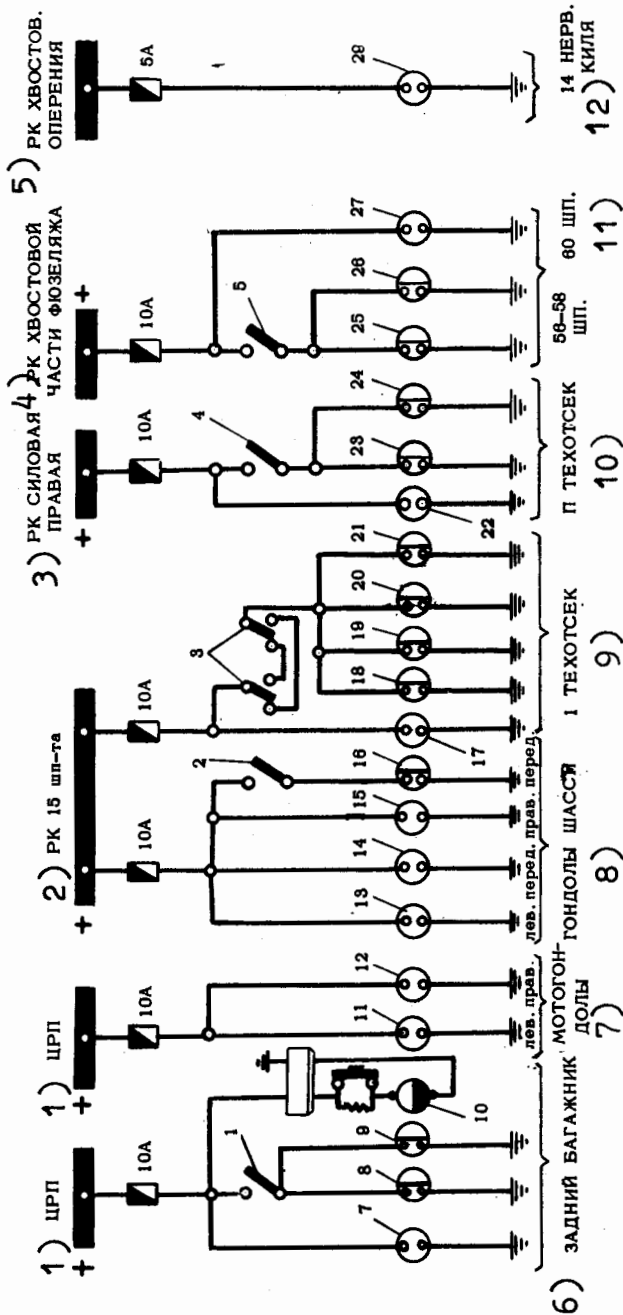

Abb. 1 Prinzipschaltung der Beleuchtung der technischen Räume und Gepäckräume
In der linken und rechten Fahrwerksgondel und in der Bugradluke ist je eine Leuchte des Typs PSM-51 (37), Abb. 1 (33-10-00), angebracht, die mit dem gemeinsamen Schalter WG-15K (36) betätigt werden, welcher an der Schalterplatte des Navigators angebracht ist. Außerdem befindet sich in den Fahrwerksgondeln und in der Bugradluke je eine Steckdose 47K (13, 14, 15), Abb. 1, zum Anschluß der Handlampen sowie im Ausrüstungsraum des Funkmeßgerätes ROS-1 die Leuchte P-39 (16) mit ihrem Schalter WG-15 (2). All diese Stromkreise sind mit der Sicherung SP-10 abgesichert, die im Verteiler am Spant 15 untergebracht ist. Für Kontroll- und Instandsetzungszwecke ist in den Triebwerksgondeln je eine Steckdose 47K (11, 12) zum Anschluß der Handlampe vorhanden. Die Speisestromkreise dieser Steckdosen sind mit der Sicherung SP-10 abgesichert, die sich an der zentralen Verteilertafel befindet.